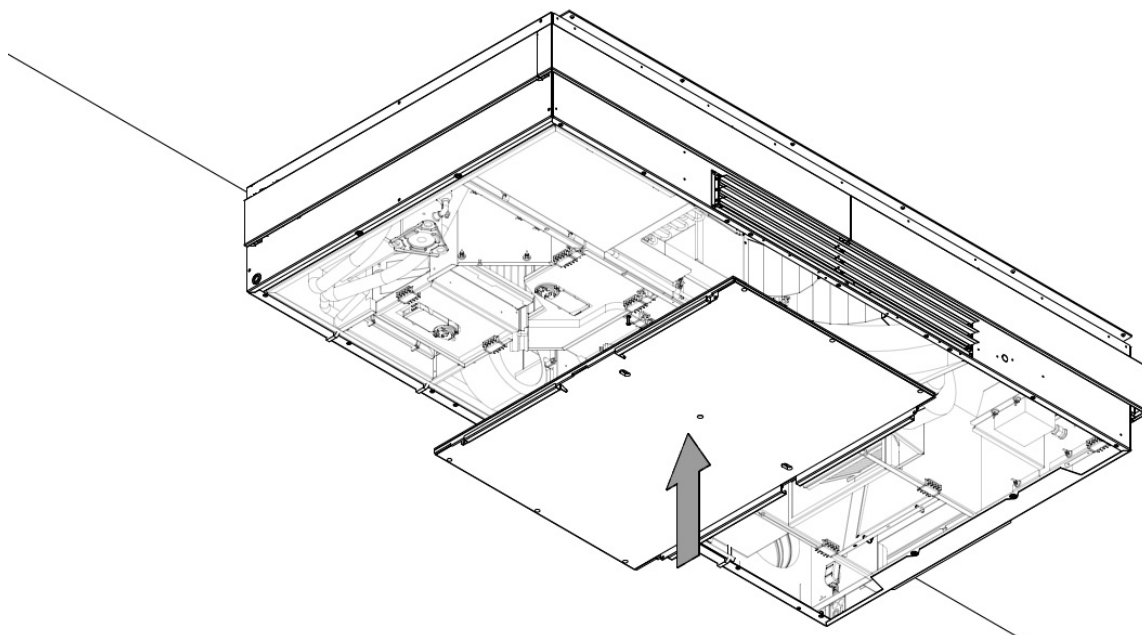
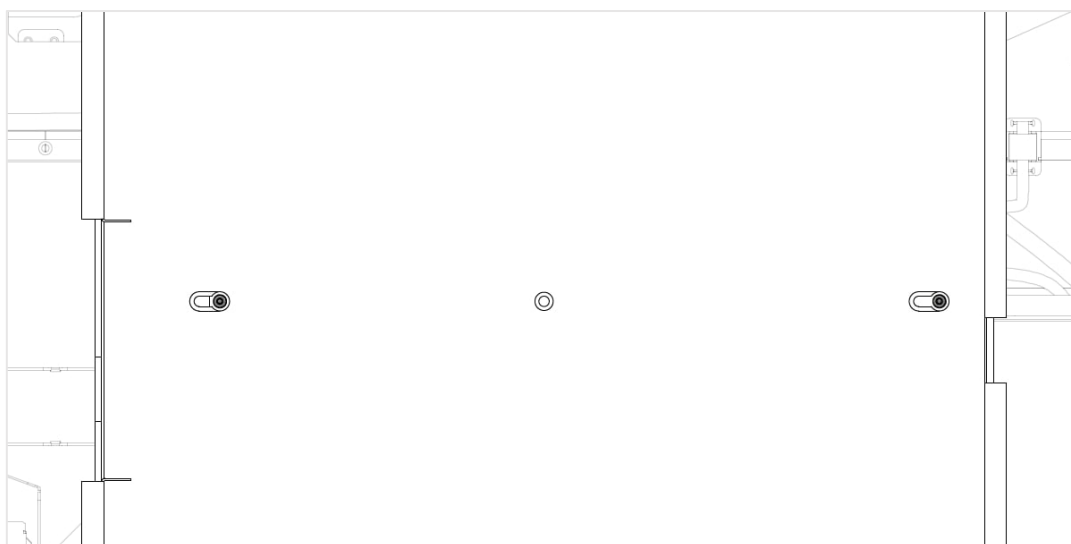

Figur 29: Skru to lange bolter på den midtre rammen
Figur 30: Detaljert visning av den midtre rammen med bolter montert
1. Skru to av de lange boltene inn i den midtre rammen, se Figur 29 og Figur 30 nedenfor. Vær oppmerksom på at det skal være minst 10 mm mellom rammen og bolthodet for at nøkkelhullet på stålplaten skal fungere korrekt.